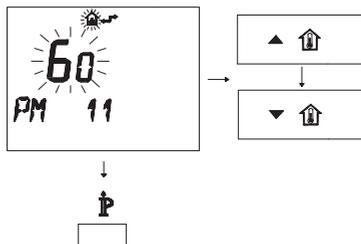

Fig. 5.58
- Per modificare il SET programmato agire sui pulsanti  $\uparrow$   $\mathbb{H}$  o  $\downarrow$   $\mathbb{H}$  e aspettare che il numero programmato cominci a lampeggiare (Fig. 5.58). Ogni passo incrementato o decrementato corrisponde a 1 secondi.